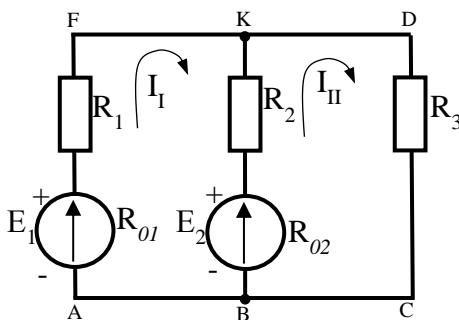

Рисунок 1.2 – Схема электрической цепи
1. Произвольно выбирают направления контурных токов, обозначают их (рисунок 1.2) и для удобства считают такое же направление обхода по конту-